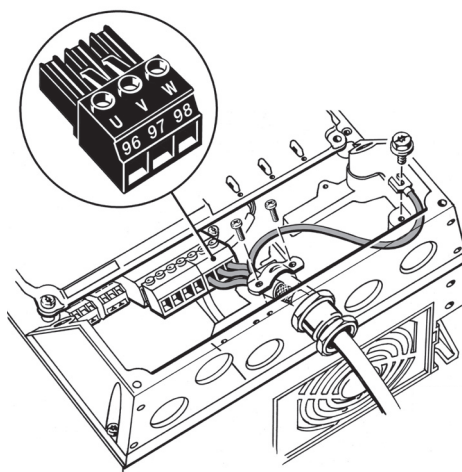

Fig. 13 Motortilslutning, A5
1. Tilslut jordlederen til klemme 99 (PE). Se fig. 13.
2. Tilslut motorlederne til klemme 96 (U), 97 (V), 98 (W) i motorstikproppen.